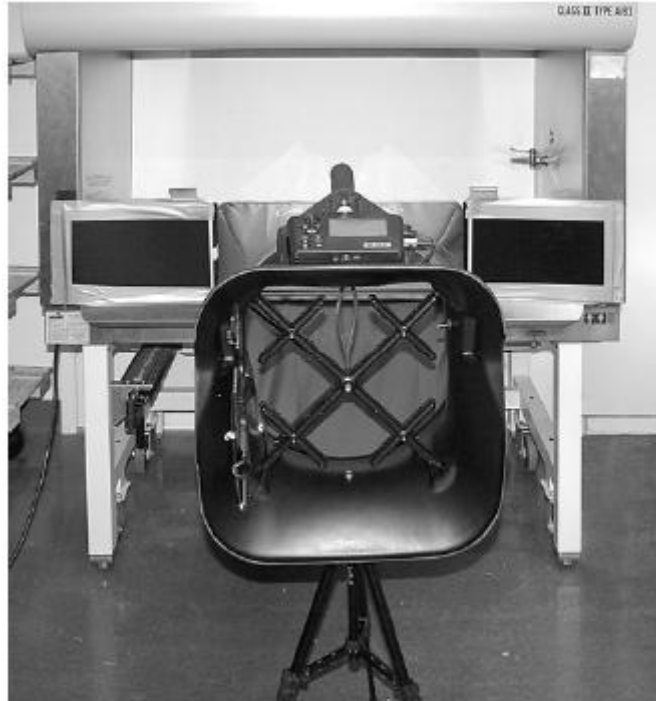

图 28 整体准备测试
7. 调整挡板并将其盖在柜子的开口处。将挡板的边缘调到柜子框格和柜子的框架上，产生一个更紧密的配合。这个整体准备进行测试（如图 28）